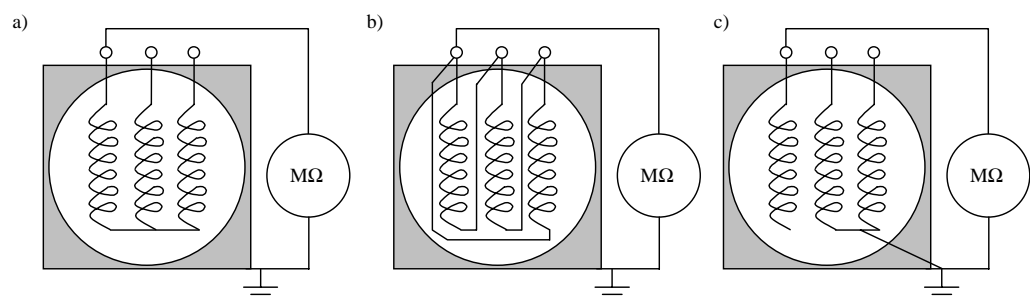

Figure 7-7 Connexions des bobinages du stator pour les mesurages de résistance d'isolation
- Vérifiez que les connexions secondaires des transformateurs de courant, y compris des noyaux de rechange ne sont pas ouvertes. Reportez-vous à la *Figure 7-7 Connexions des bobinages du stator pour les mesurages de résistance d'isolation*.
Le mesurage de la résistance d'isolation doit être effectué dans la boîte à bornes. Le test est généralement effectué pour tout le bobinage, dans quel cas le mégohmmètre est relié entre le châssis de la machine et le bobinage. Reportez-vous à la *Figure 7-7 Connexions des bobinages du stator pour les mesurages de résistance d'isolation*. Le châssis est relié à la terre et les trois bornes de phase du bobinage du stator restent connectées au point neutre. Reportez-vous à la *Figure 7-7 Connexions des bobinages du stator pour les mesurages de résistance d'isolation*.
Si la valeur de la résistance d'isolation de tout le bobinage est inférieure aux valeurs spécifiées et si les bobinages des bornes de phase peuvent être facilement déconnectés les uns des autres, mesurez séparément chacune des phases. Cette solution n'est pas possible pour toutes les machines. Lors de ce mesurage, le testeur est relié entre le châssis de la machine et l'un des bobinages. Le châssis et les deux phases non testées sont mises à la terre. Reportez-vous à la *Figure 7-7 Connexions des bobinages du stator pour les mesurages de résistance d'isolation*.